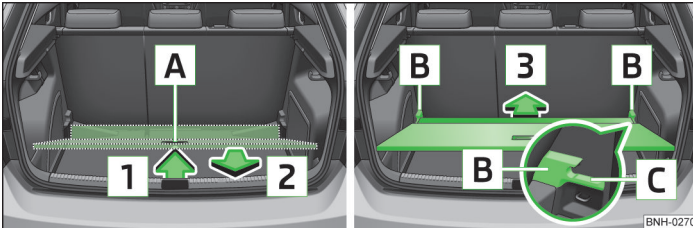

Abb. 69 Variablen Ladeboden in die obere Position einstellen
- Den variablen Ladeboden am Griff **A** » Abb. 69 fassen.